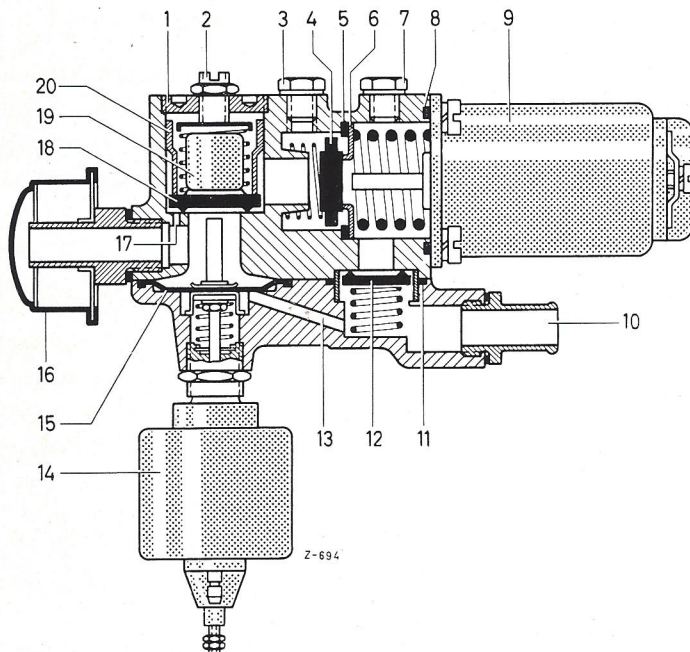

Bild 25-0/15
Die Eingriffsweichheit der mechanischen Trennkupplung kann mit der Einstellschraube (2) verändert werden (Bild 25-0/15).